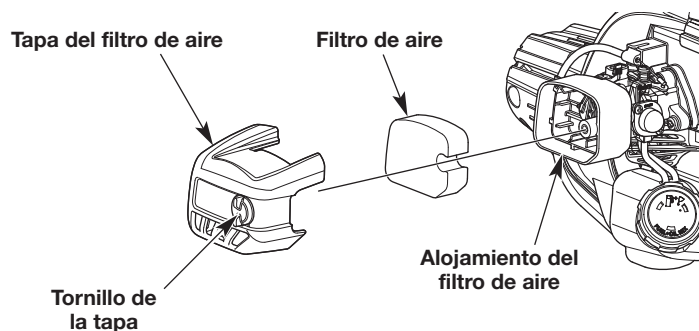

Fig. 23
1. Abra la tapa del filtro de aire para lo cual debe aflojar el tornillo de la tapa (Fig. 23).
2. Extraiga el filtro de aire de su alojamiento (Fig. 23).
6. Vuelva a instalar el filtro de aire en su alojamiento (Fig. 23).